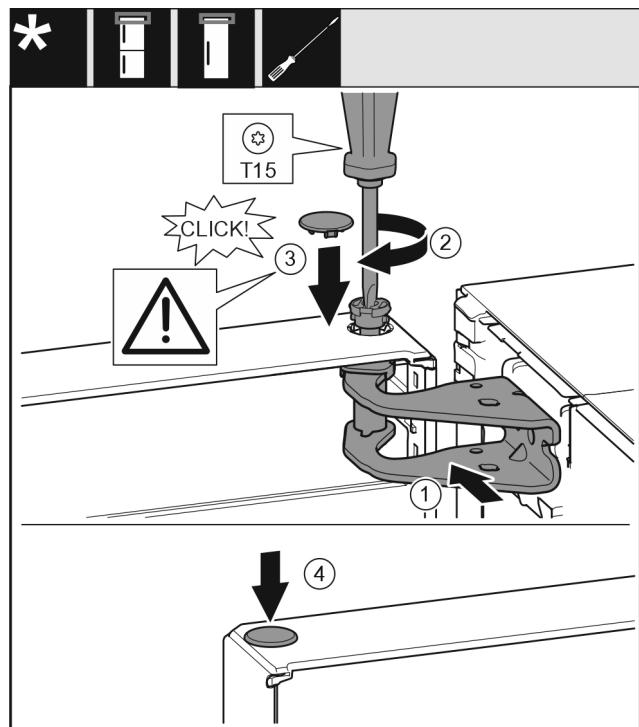

Fig. 21
- Rett ut døren øverst mot åpningen i lagerbukken. Fig. 21 (1)
- Sett inn bolten Fig. 21 (2) og skru fast med en skrutrekker.
- Monter sikkerhetsdekselet Fig. 21 (3) for å sikre døren: Sett inn sikkerhetsdekselet og kontroller at det hviler på døren. Hvis ikke, må boltene settes fullstendig inn.
- Sett inn pluggen Fig. 21 (4).